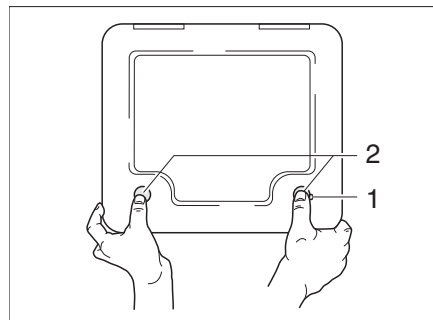

Bild 134 Klappe für Thetford-Kassette
- Die Klappe für die Thetford-Kassette außen am Fahrzeug öffnen. Dazu den Schlüssel in den Schließzylinder des Druckschlusses (Bild 134,1) stecken und eine viertel Umdrehung im Uhrzeigersinn drehen.
- Beide Druckschlösser (Bild 134,2) gleichzeitig mit dem Daumen drücken und die Klappe für die Thetford-Kassette öffnen.